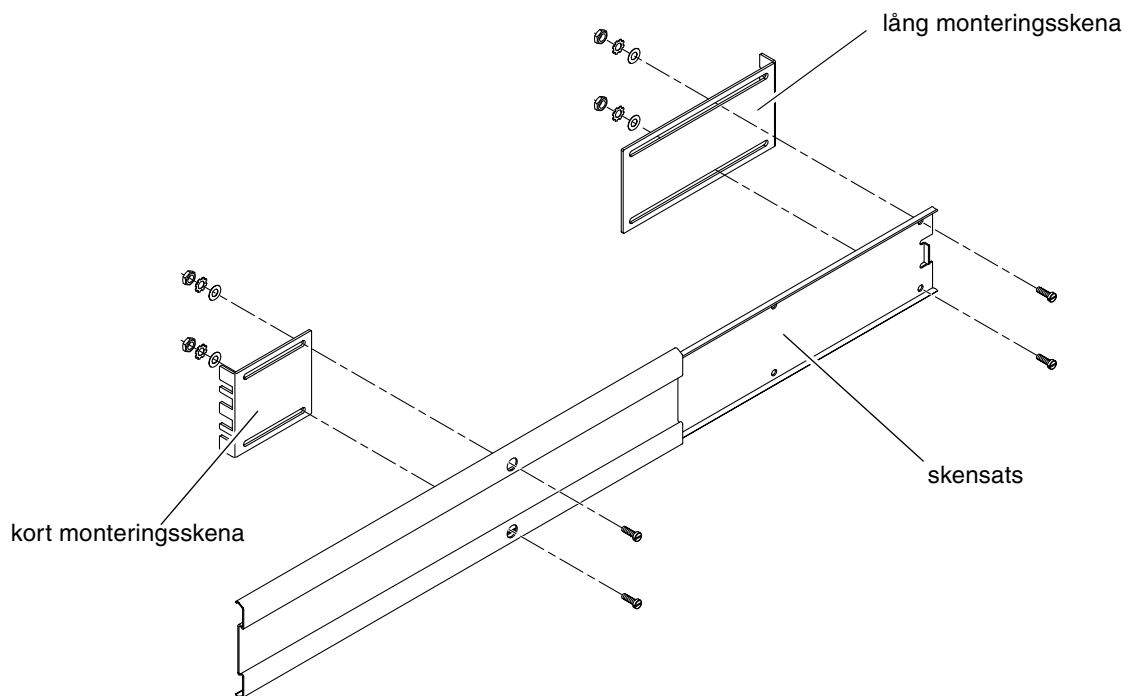

BILD 3-11 Skruva fast skensatsen på monteringskenorna
10. Skruva fast skensatsen i den långa och korta monteringskenan på rackets fram- och baksida (BILD 3-11).